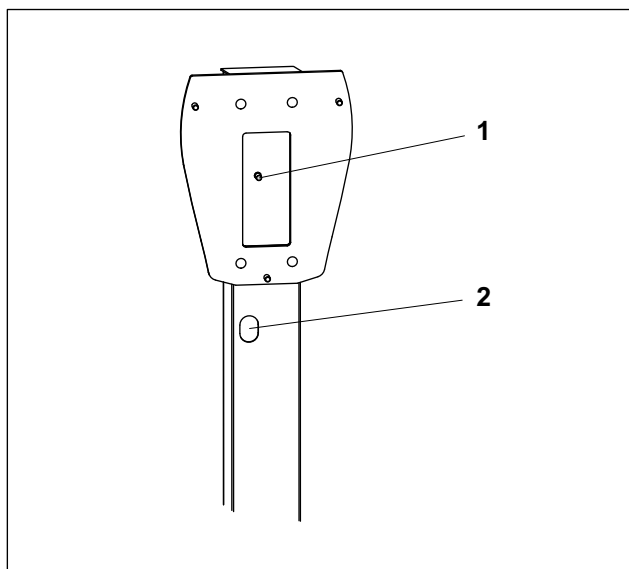

Fig. 3 Points de mise à la terre de la borne
5. Fixez un passe-câble (jeu de pièces détachées) sur l'ouverture de sortie des câbles (fig. 3/2).
8. Raccordez le câble d'équipotentialité au goujon de mise à la terre (fig. 3/1) de la borne.